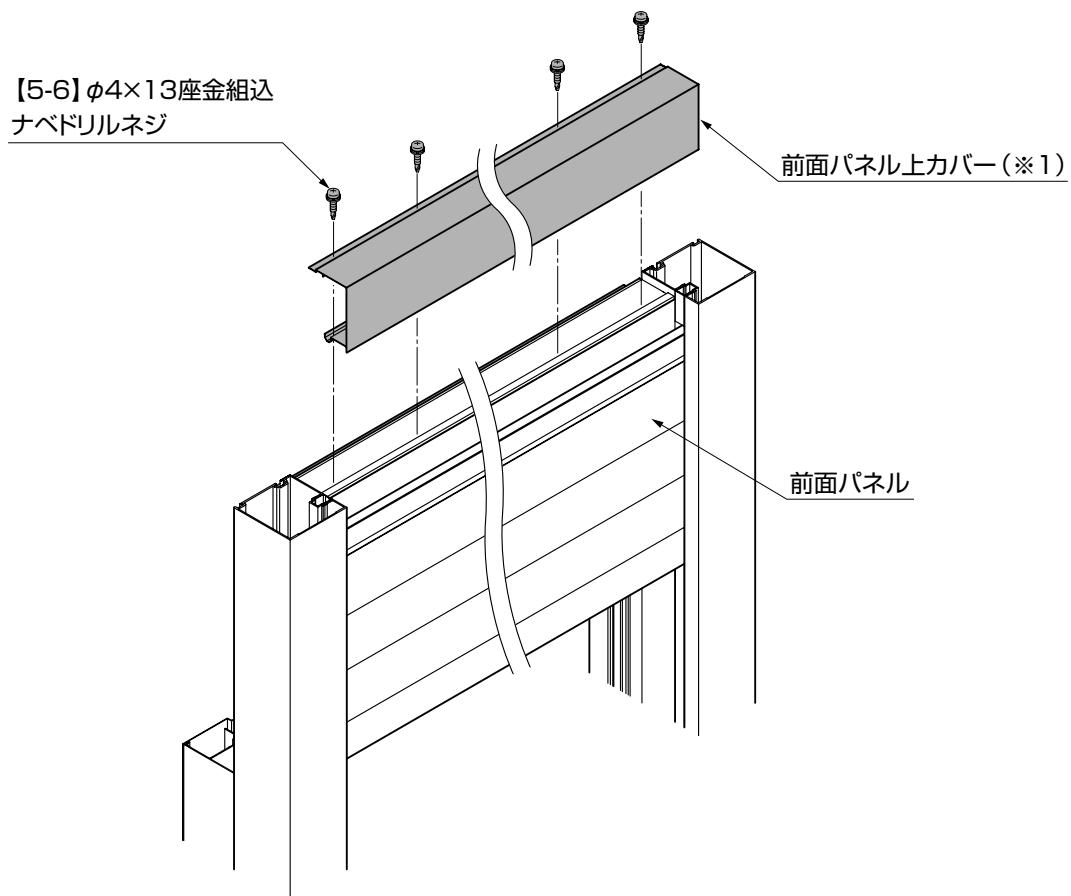

図6-1
①前面パネル上カバーを【5-6】で前面パネル上枠に取付けてください。（図6-1参照）